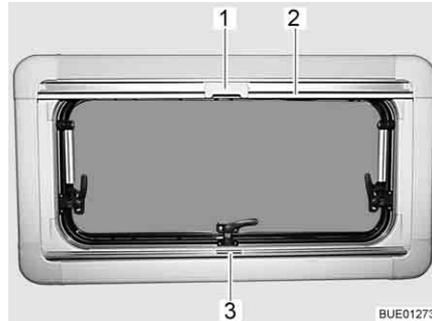

Bild 72 Ausstellfenster
- faltverdunklung in der Mitte der Griffleiste (Bild 72,3) fassen, von unten nach oben ziehen und auf der gewünschten Höhe loslassen. Die faltverdunklung bleibt in dieser Höhe stehen.
- Insektenschutzrollo an der Griffleiste (Bild 72,2) nach unten ziehen, bis es an der Griffleiste der faltverdunklung (Bild 72,3) anstößt.
- Raste (Bild 72,1) am Insektenschutzrollo mit der Griffleiste der faltverdunklung verriegeln.
- Raste (Bild 72,1) am Insektenschutzrollo oben nach hinten drücken.
- Insektenschutzrollo an der Griffleiste (Bild 72,2) langsam zurückführen.